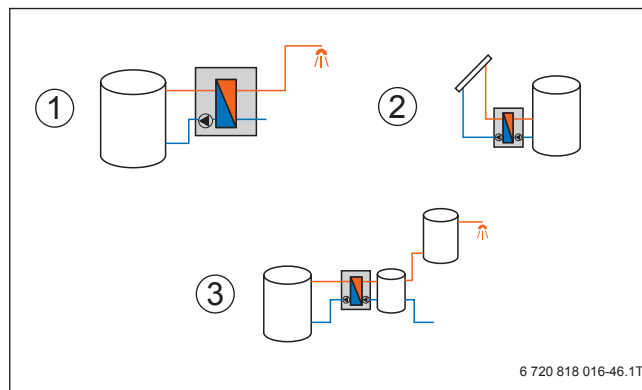

Bild 61 Anwendungsfälle SC300
- Solar: autark geregelte Solaranlage mit SC300 und Modul SM200, Adr. 10; optional mit zusätzlichem Modul SM100, Adr. 2, zur Funktionserweiterung → Bild 61, Pos. 4 und Kapitel 5.7.1, Seite 87
- Warmwasser: Frischwasserstation FS/2 oder FS/3 mit SC300 und Modul MS100, Master-MS100 = Adr. 9, Slave-MS100 = Adr. 4...6 → Bild 61, Pos. 1 und Kapitel 5.7.2, Seite 87
- Umladesystem: solare Großanlage SAT-VWS mit Pufferumladestation Logalux SLP/3, SC300 und Modul SM200, Adr. 8, um solare Wärme aus einem Pufferspeicher in einen Vorwärm-Warmwasserspeicher umzuladen → Bild 61, Pos. 3 und Kapitel 5.7.3, Seite 88